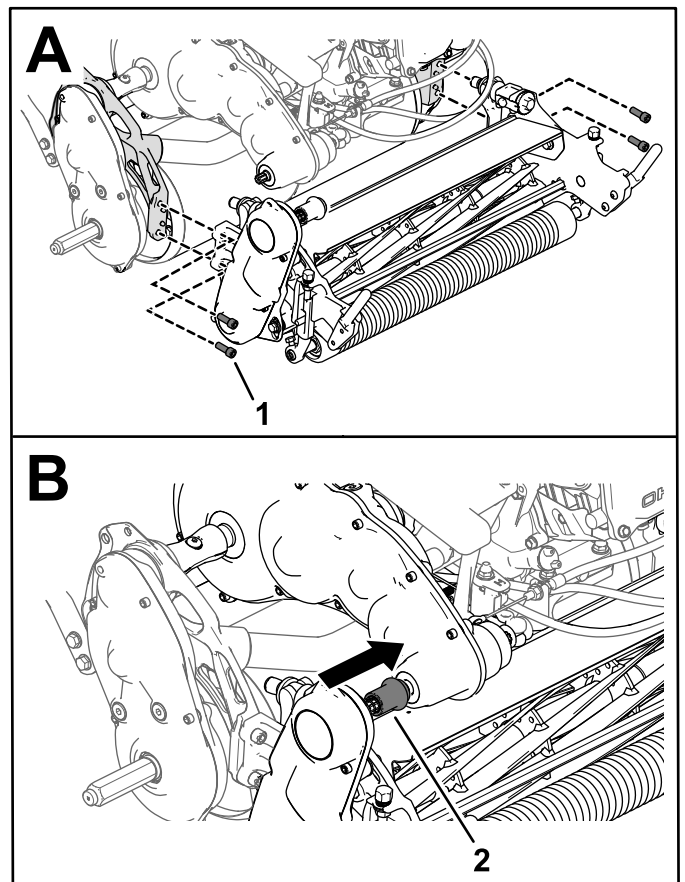

图 47
3. 用 4 个六角头螺丝将滚刀组固定到机架上图 47。
4. 将滚刀组驱动联轴器滑动到变速箱驱动轴上图 47。